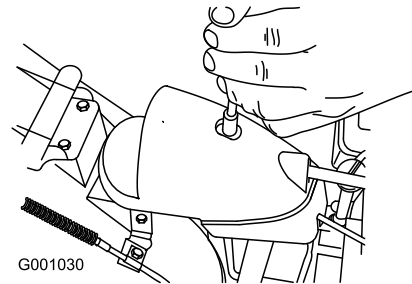

Bild 50
1. Nehmen Sie die Befestigung an der Getriebeabdeckung ab (Bild 50), heben Sie die Abdeckung vorne hoch und schieben Sie sie nach hinten.